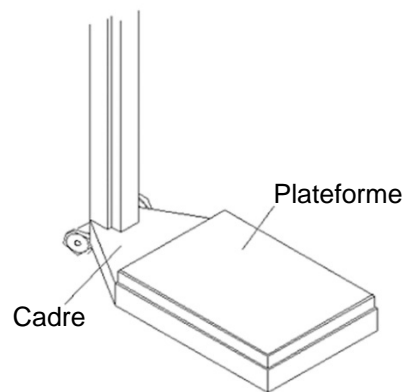

Figure 5.1
1. Positionner les roulettes de telle sorte que les trous soient orientés vers l'arrière de la balance, puis placer les vis dans les trous (figure 5.1).